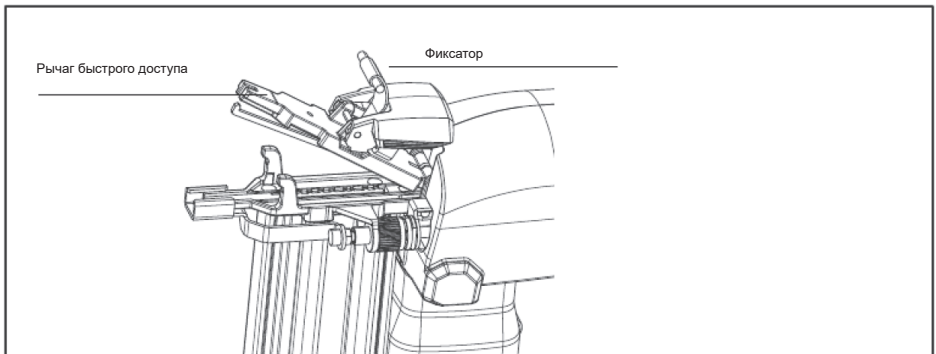

Рис. 23
- Откройте рычаг быстрого доступа к зоне заклинивания (Рис. 23).